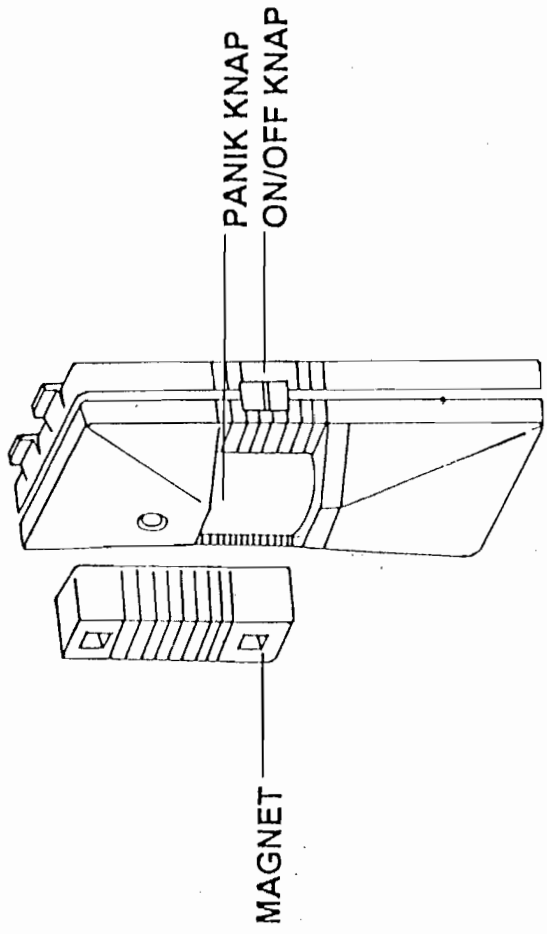

Fig. 6
Magnetsensor. (se fig. 6 side 13)
1. I trådløs kombination med den medfølgende magnet (en magnet sensor kræves for hver dør/vindue) se fig. 6 side 10.